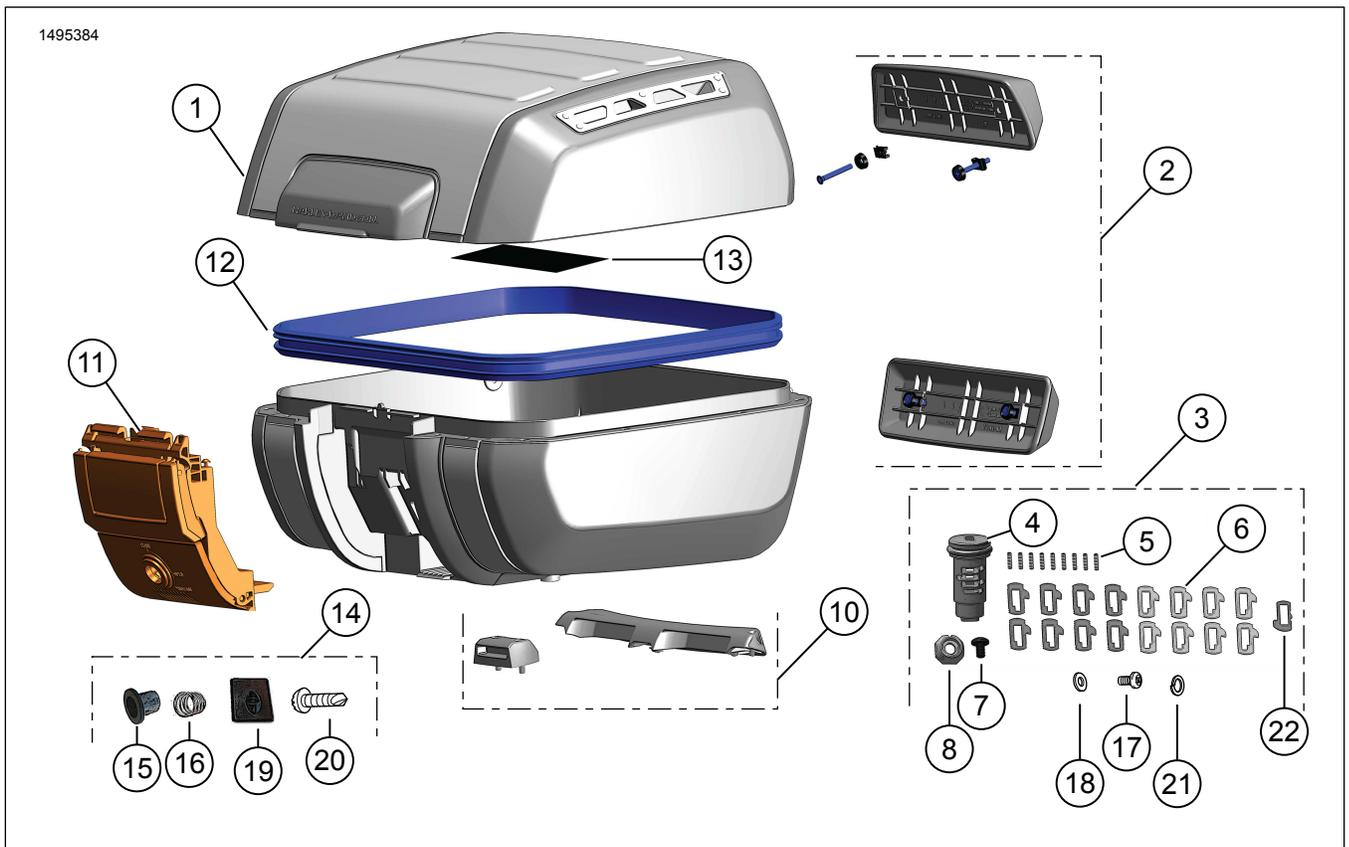

图1。套件内容：可拆卸顶箱
- 图4将弹子弹簧(5)安装到锁头子组件(A)侧上的槽3、6和7的孔中，参见图1。
- 图4根据表3中确定的制动刷编号将弹子#11-14(6)安装到槽3、6和7中，参见图1。
- 图4将弹子弹簧(5)安装到锁头子组件(B)侧上的槽4、5和8的孔中，参见图1。
- 图4根据表3中确定的制动刷编号将弹子#21-24(6)安装到槽4、5和8中，参见图1。